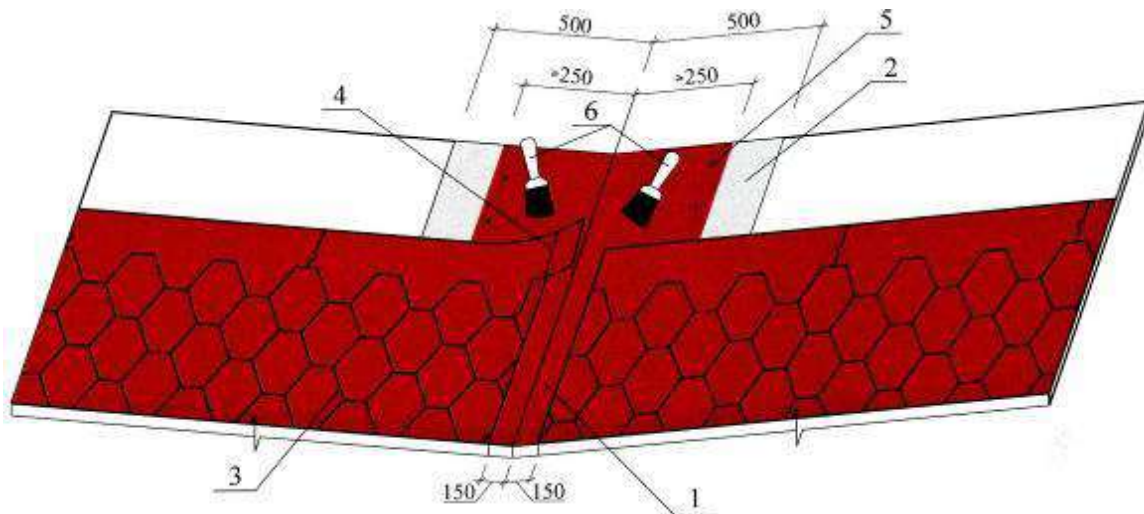

Рисунок 5.7. Укладка гибкой черепицы в ендове (1^{ый} вариант)
5.5.1 В ендове обрезают черепицу так, чтобы на границе пересечения скатов осталось открытой полоса ендовного ковра RoofShield шириной 150 – 250 мм (рисунок 5.7). Края черепиц проклеивают вдоль линии отреза на ширину 100 мм мастикой. При отрезании подкладывают под черепицу фанеру, чтобы не повредить нижний слой.